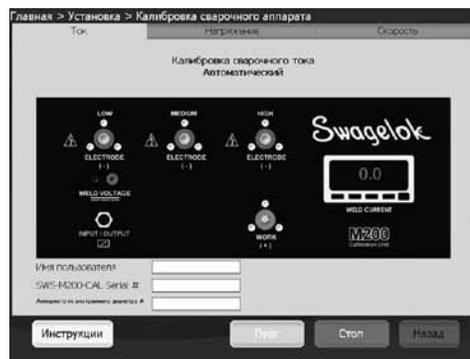

Рис. 4 — вкладка «Ток»
1. Выберите вкладку **Ток** на экране **Калибровка сварочного аппарата**. Рис. 4.